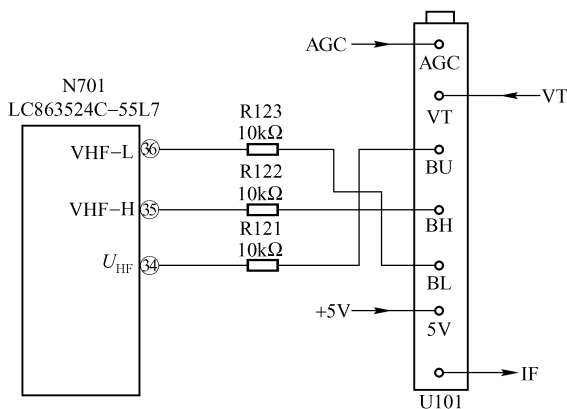

图 5-15 长虹 H2186W 机型中波段控制接口电路
在长虹 H2186W 机型中, N701 的③⑤、③⑥脚与③④脚共同组成波段控制电路。其外部接口电路如图 5-15 所示。其中, R123、R122、R121 为波段电压输出电阻, 同时也起隔离作用。在该机中, 波段控制方式比较简单, 由 N701 的③⑥、③⑤、③④脚输出电压直接控制 U101 高频调谐器的相应端子。当 N701 的③⑥或③⑤、③④脚输出高电平时, 高频头的相应端子也为高电平, 即相应的波段进入工作状态。如当 N701③④脚输出 5.2V 高电平时, U101 的 BU 端子为高电平, 此时调谐系统工作在 UHF 频段的接收状态, N701 的③⑤、③⑥脚均输出 0V 低电平。因此, 当该种机型出现调谐系统接收故障时, 应首先注意检查 N701 的③④、③⑤、③⑥脚逻辑电压及外部接口元器件。N701 内部波段逻辑输出还受编程软件限制。